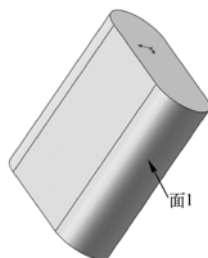
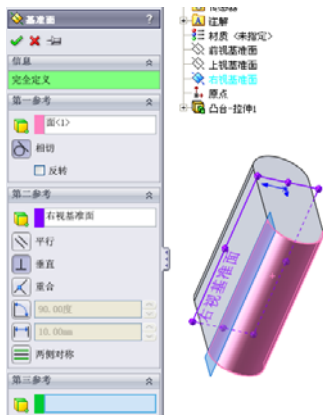

图 4-18 打开的文件实体
图 4-19 “基准面”属性管理器
(2) 设置属性管理器。在“第一参考”选项框中，选择如图 4-18 所示的面 1。在“第二参考”选项框中，选择右视基准面。“基准面”属性管理器设置如图 4-19 所示。